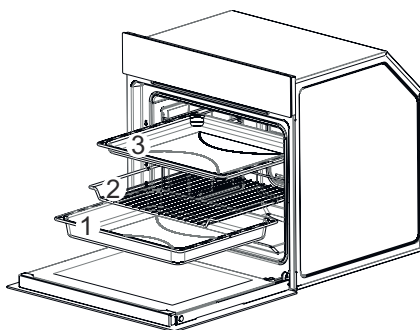

Fig. 26
- Togliere le teglie e la griglia (Fig. 26/ 1-2-3).